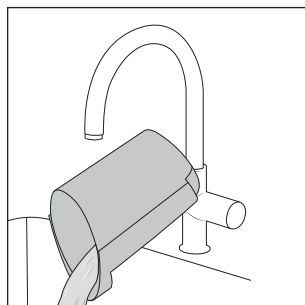

Fig. 22
- ♦ Deite fora a água suja e os resíduos (ver fig. 22).